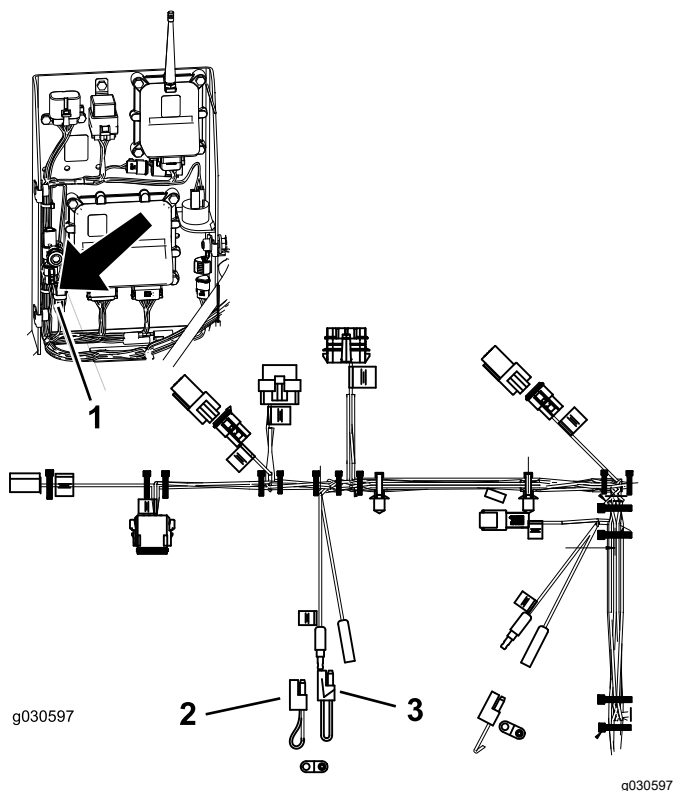

Figura 30
- Desligue as duas ligações do conector “pigtail” mostrado na Figura 30.